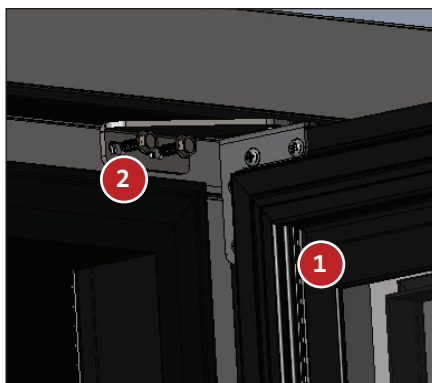

Рис. 10. Смонтируйте верхнюю петлю и дверь.
6. Закрепите кронштейн верхней петли на шкафу. См. рис. 10.